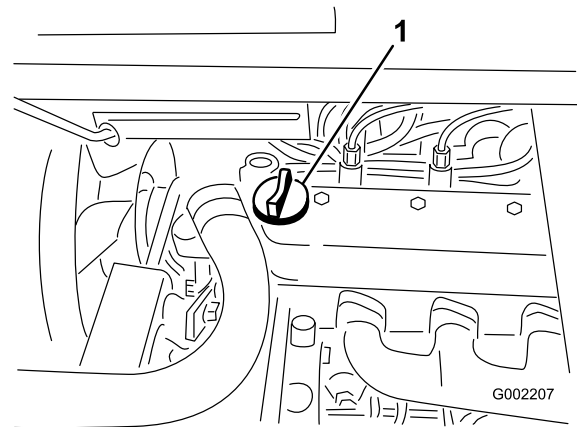

图41
3. 如果机油油位较低、请从气门室盖（图41）上拆下加油颈盖、从开口处注入机油、直至油位达到量油尺上的“已满”标记；参阅“机油维护”小节、了解适合的机油类型和粘度。在此过程中应缓慢添加机油并不时检查油位。切勿过量添加。